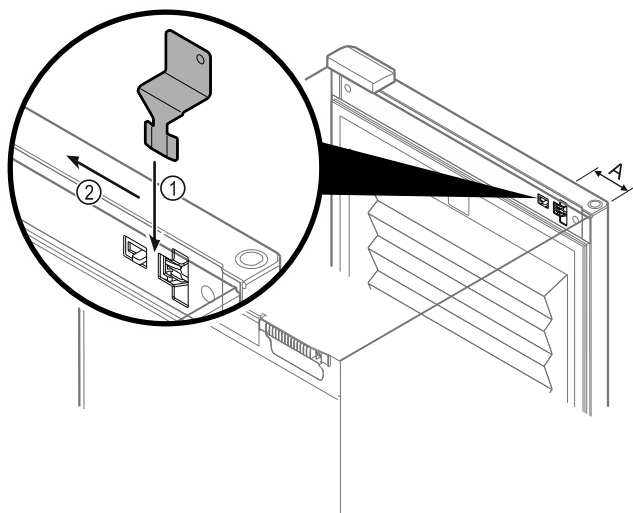

Fig. 148
- Placer la clé de déverrouillage d'urgence à l'emplacement indiqué Fig. 148 (A) $\approx$ 100 mm.
- Du haut, insérer la clé de déverrouillage d'urgence Fig. 148 (1) entre la porte et le corps de l'appareil jusqu'en butée.
- Tirer la clé de déverrouillage d'urgence vers la charnière. Fig. 148 (2)